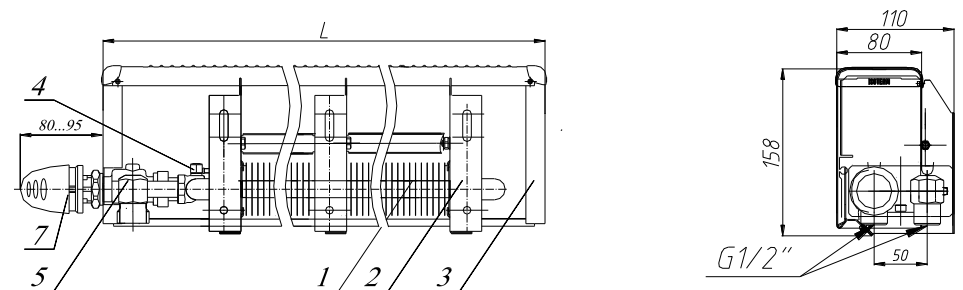

Рис. 1. Конвектор «Изотерм-М» настенный концевой РКНН-М 12 104...225 Т2 с нижним правосторонним подключением.
4.1. Конвектор состоит из следующих основных частей (см. рис.1):
4.5. Размеры изделий представлены на Рис. 1, 2, 3 и в Табл.1.